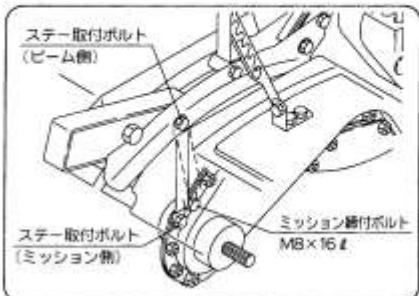

図53
- ステー取付ボルト(ビーム側)をゆるめてください。(図53)
- ステー取付ボルト(ミッション側)のボルトを取り外してください。(図53)
- ミッション締付ボルト(M8×16ℓ)を外してください。(図53)